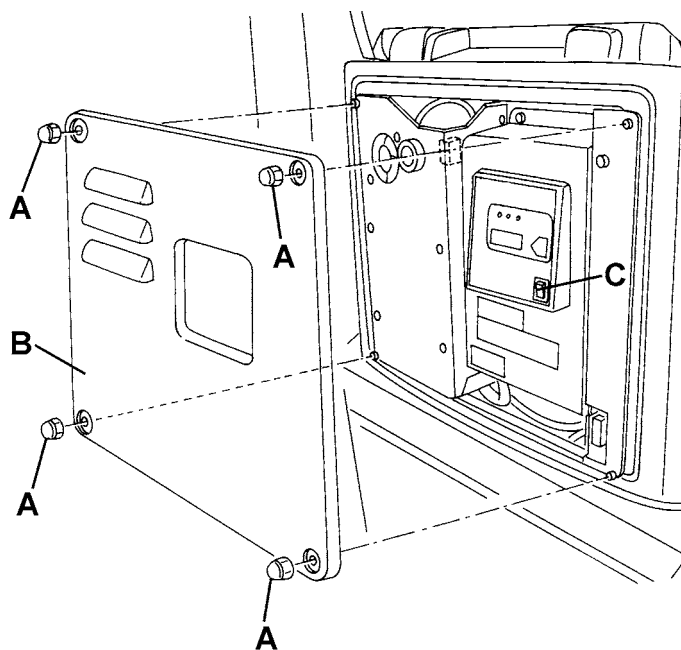

Figure 1
7. Déposer les vis (A, Fig. 1) et le tableau (B).
8. Positionner le sélecteur (C) sur WET ou GEL selon le type de batteries installées.
9. Installer le tableau (B) et serrer les vis (A).